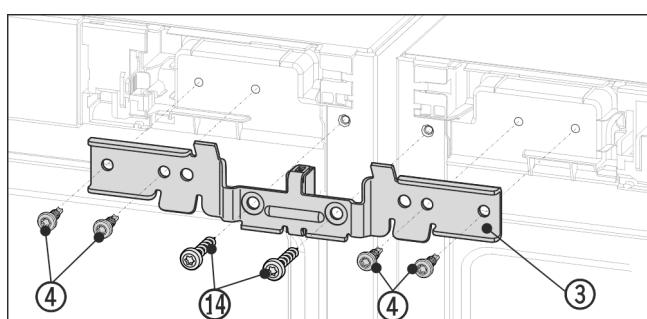

Fig. 13 Shembull ilustrues
- Shtyni profilin Fig. 13 (3) me pjesën distancuese midis pajisjeve dhe mbi kunja. Mbërtheni lirisht profilin me katër vidat Fig. 13 (4) dhe me vidat e tokëzimit Fig. 13 (14) të hequra më parë, duke i mbërthyer në mënyrë të alternuar djathtas dhe majtas.